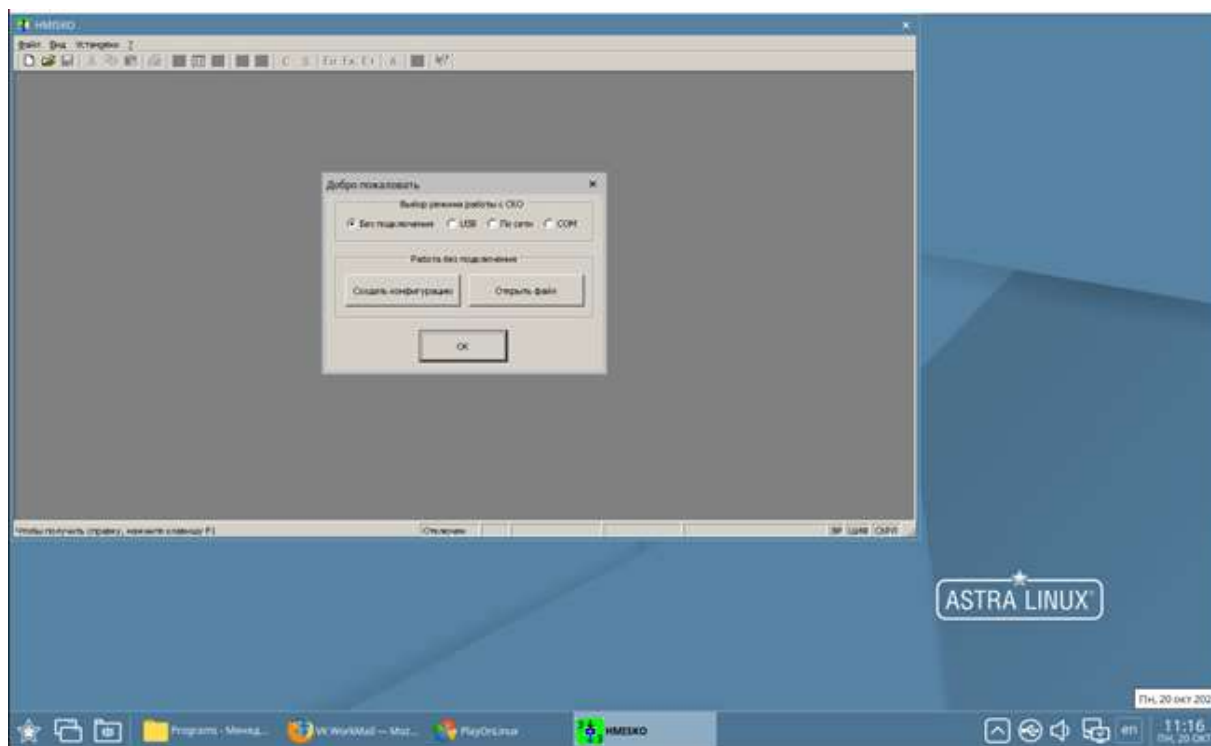

Рис. 9.47 Запуск приложения HMISKO
24. Установка завершена. Для работы с приложением «**HMISKO**» достаточно кликнуть на ярлыке приложения на рабочем столе (Рис. 9.47).